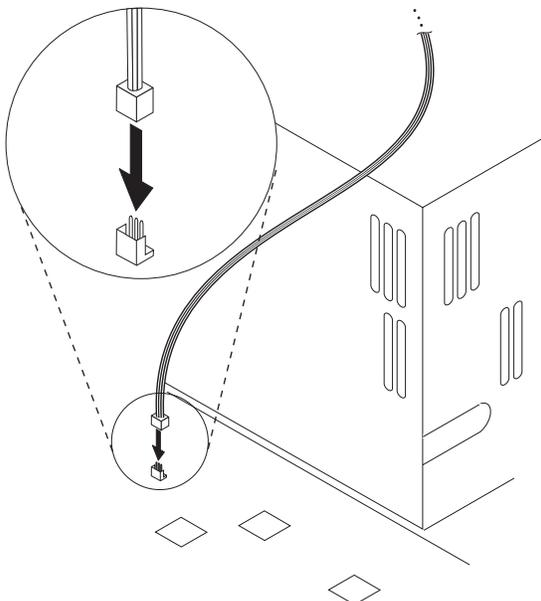

Figura 2-7. Conector de señal Wake on LAN del PC (3 patillas)
- 3** Después de retirar la cubierta del PC, localice el conector Wake on LAN de tres patillas en la placa del PC, como se muestra en la Figura 2-7 en la página 2-10. Conecte el otro extremo del cable combinado Wake on LAN de dos vías al conector de 3 patillas. Asegúrese de que el cable pase por debajo de la pieza de sujeción de la tarjeta para que no se desconecte ni se dañe cuando cierre o abra la cubierta del PC.